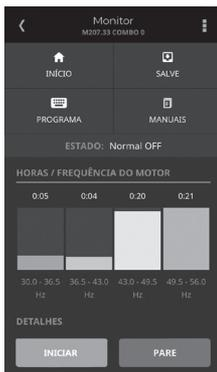

Figura 14 - Tela menu MONITOR
13. Após o procedimento anterior, o aplicativo retornará ao menu MONITOR. Para acionar o sistema, pressione a tecla INICIAR, conforme Figura 14.